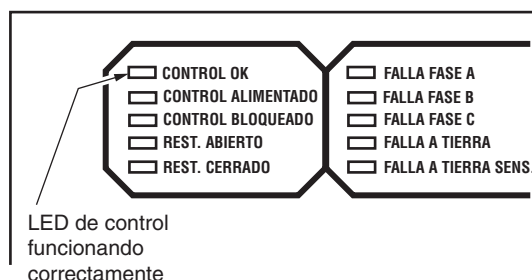

Figura 36.
4. Verifique que el LED "Control OK" se encuentre iluminado en el tablero del operador del control (Figura 36). Esto indica que la alimentación CA está presente.